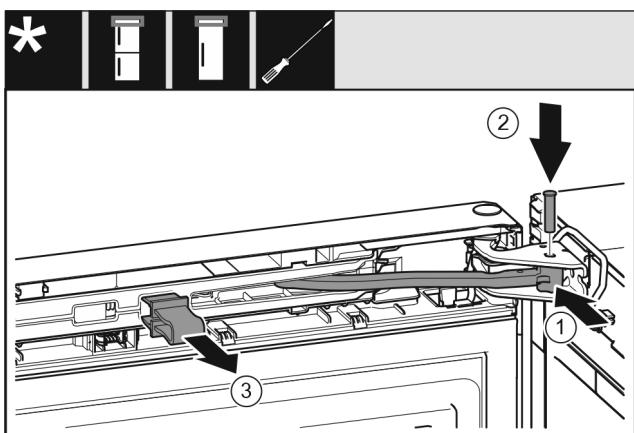

Fig. 24
- Поверните шарнир в опорном кронштейне. Fig. 24 (1)
- Вставьте палец в опорный кронштейн и шарнир. При этом следите за тем, чтобы выступ фиксатора занимал правильное положение в пазу. Fig. 24 (2)
- Снимите предохранитель. Fig. 24 (3)